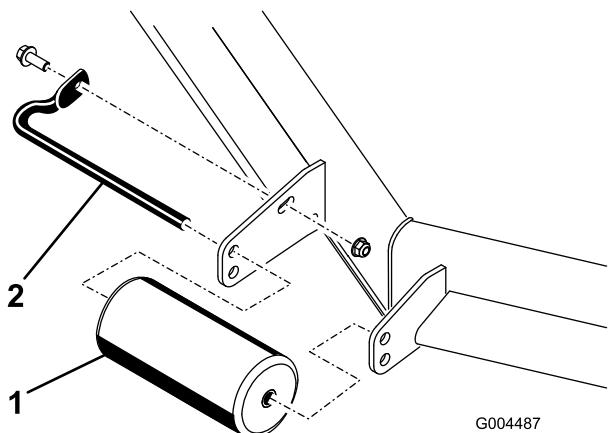

Figura 28
4. Togliete i fermi di fissaggio da ciascun rullo sul piatto di taglio, ed alzate o abbassate i rulli come opportuno; vedere da Figura 28 a Figura 32 come opportuno per il vostro tosaerba.